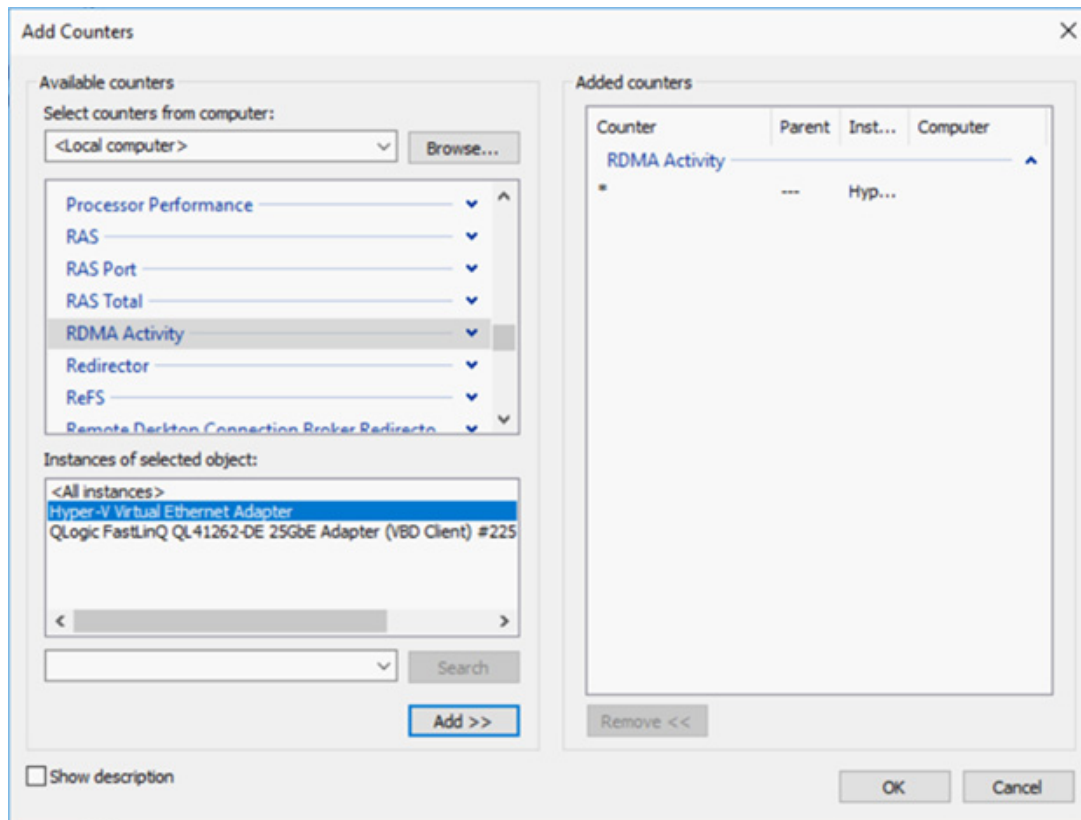

Ilustración 15-5. Cuadro de diálogo Add Counters (Agregar contadores)
2. Complete el cuadro de diálogo Add Counters (Agregar contadores) (Ilustración 15-5) como se indica a continuación: